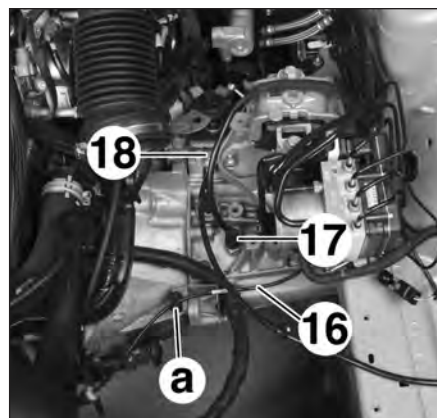
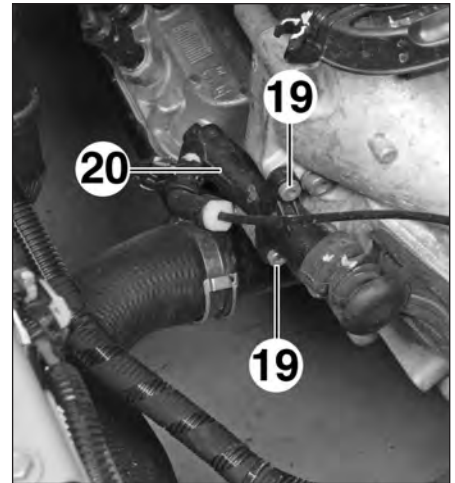

FIG.108
FIG.109
- Dégrafer la canalisation hydraulique d'embrayage (16) en (a) (Fig.108).
- le connecteur du contacteur de marche arrière (17),
- le câble de masse (18).
- les vis (19),
- le récepteur d'embrayage (20) sans le débrancher et le brider sur le côté (Fig.109),